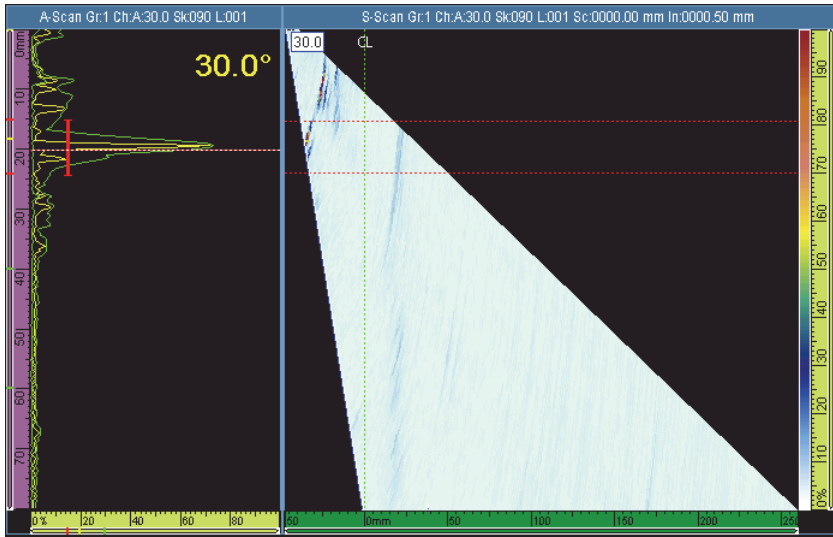

图 5-11 为第一角度 /VPA 的楔块延迟校准建立包络
- a) 在参考反射体上前后移动探头，建立包络（参见第 114 页的图 5-11）。